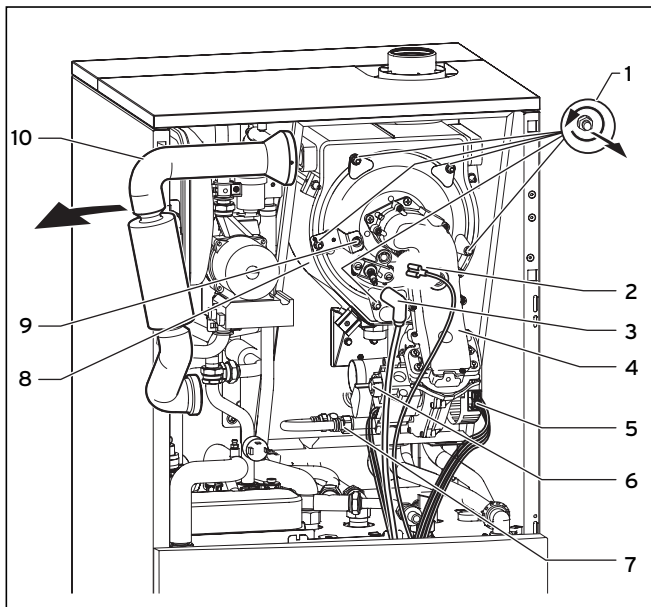

Fig. 8.2 Afmontering af brænderen (afbildet VSC 126-C 140/ VSC 196-C 150)
- Afbryd den isolerede gastilførsel (7).
- Fjern de fem møtrikker (1), se fig. 8.2.
- Træk brænderen (4) af integral-kondensations-varmeveksleren (8), se fig. 8.2.